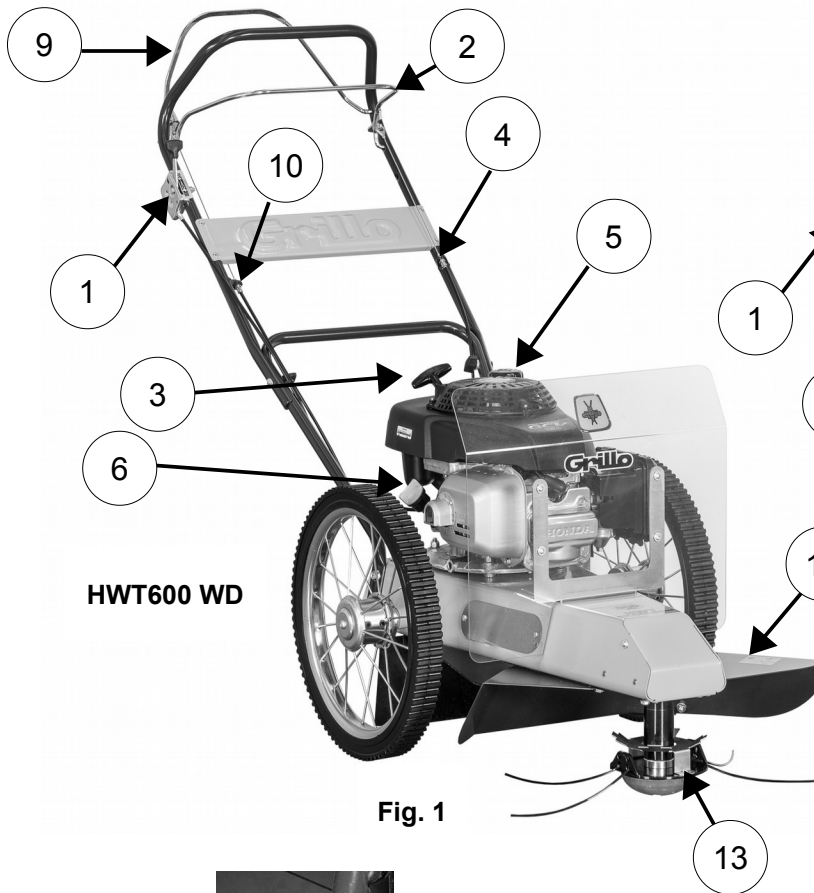
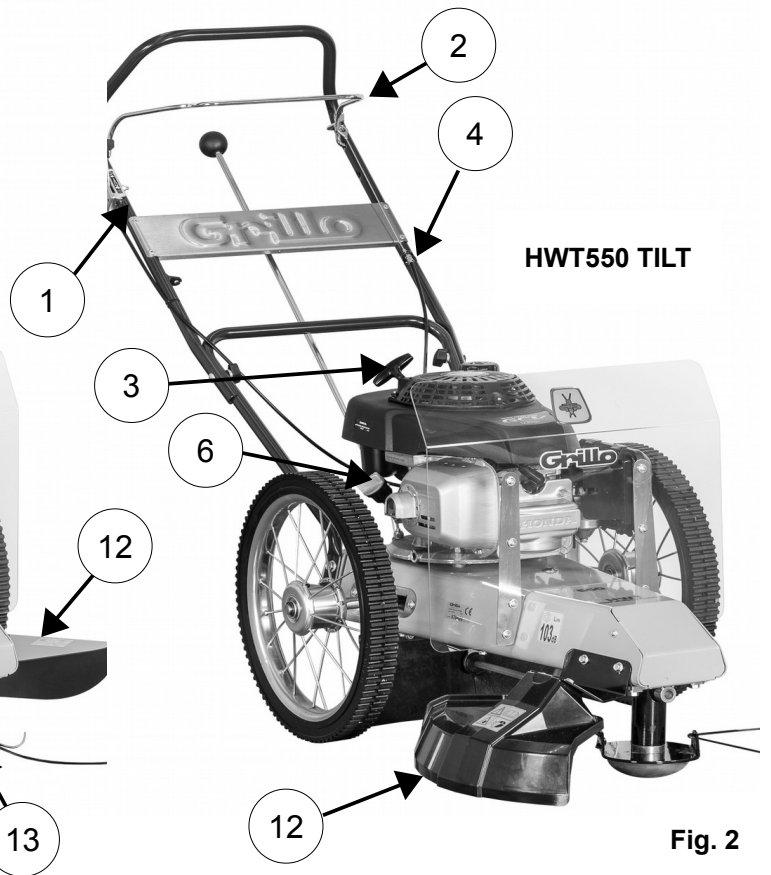
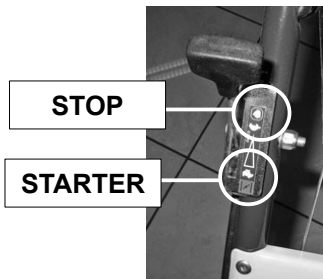

Fig. 1
Fig. 2
Fig. 1B
- Montar la protección para-hierba (fig. 1 – HWT600 y fig. 7, n. 12 HWT550 TILT).
Abrir la llave del combustible, empujar la palanca de gas hasta la mitad y, si el motor está frío, posicionar la palanca en posición de estarter (fig. 1B) - (atenerse al manual del motor). Tirar lentamente de la empuñadura del arranque autoenvolvente hasta que se sienta la resistencia, luego dar un tirón enérgico (fig. 1 ref. 3). De todos modos atenerse a las instrucciones incluidas en el manual del motor.
Llevar el motor al régimen máximo. Cerciorarse de que no hayan personas en las proximidades de la zona de corte, activar la palanca de rotación de los hilos y comenzar a trabajar (fig. 1, n. 2). **ATENCIÓN:** al presionar la palanca (fig.1, n.2), la rotación de los hilos se activa. **EN CASO DE PELIGRO, SOLTAR LA PALANCA** (fig.1, n.2): la rotación de los hilos se parará de inmediato. El modelo HWT600 WD es automotor. Para activar la tracción de las ruedas se utiliza la palanca (fig. 2, n. 9). Cuando la palanca se suelta detiene la máquina.
Una vez terminado el trabajo, para parar el motor, llevar la maneta del acelerador (fig.1, n.1) a la última posición de parada (fig. 1B) y cerrar la llave de la gasolina.
- la palanca (fig.2, n.9) debe estar bien apretada. Si la máquina no avanza, servirse del registro del cable tensor de la correa (fig. 2, n. 10).
- la palanca (fig.1, n.2) debe estar bien apretada. Si los hilos no giran, ajustar el registro del cable (fig.1, n.4).
- cerciorarse de que la maneta del acelerador (fig.1B, n.1) se encuentre en posición de STOP (o sea completamente cerrada)
- disco anti-enrollamiento hierba (fig. 1, n.12): evita que la hierba se enrolle alrededor de los hilos durante el corte
- protección lateral en acero (fig.1, n.13): aumenta la protección en la zona de corte.